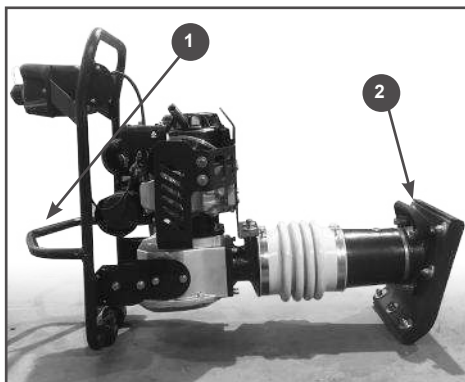

Рис. 21 Транспортирование в горизонтальном положении
4. Измерьте зазор между электродами свечи зажигания специальным щупом. Зазор должен быть 0,7-0,8 мм (Рис. 21). При увеличении, или уменьшении требуемого зазора, рекомендуется заменить свечу, так как регулировка зазора может привести к изменению качества искрообразования.
Если зафиксировать вибротрамбовку в вертикальном положении невозможно, закрепите устройство на транспортном средстве так, чтобы оно не перевернулось, не упало и не скатилось. Уложите вибротрамбовку так, чтобы двигатель был сверху (Рис. 21), и привяжите ее к транспортному средству за раму и рабочий цилиндр. Вибротрамбовку следует привязывать поперек рабочего цилиндра между трамбуемым башмаком и смотровым отверстием для контроля уровня масла.
Перенос вибротрамбовки к новому участку работы осуществляется за транспортировочную скобу 1 и транспортировочную рукоятку 2 (Рис. 21).